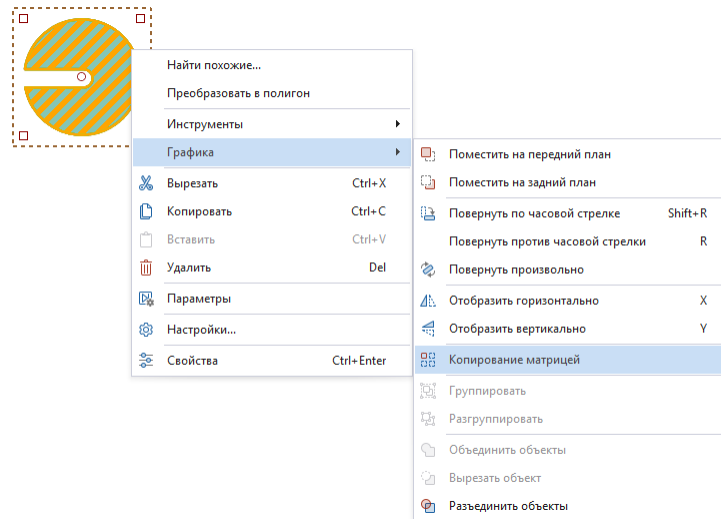

Рис. 377 Вызов функции копирования матрицей
2. Вызовите контекстное меню и выберите пункт «Копирование матрицей» в разделе «Графика» или нажмите  на панели «Графика», см. Рис. 377.